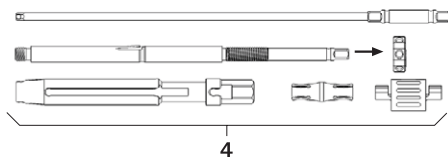

Abb. 2
- Repositionshebel 4 demontieren, siehe Abb. 2. Repositionshebel komplett zerlegen und Spannmutter abschrauben.